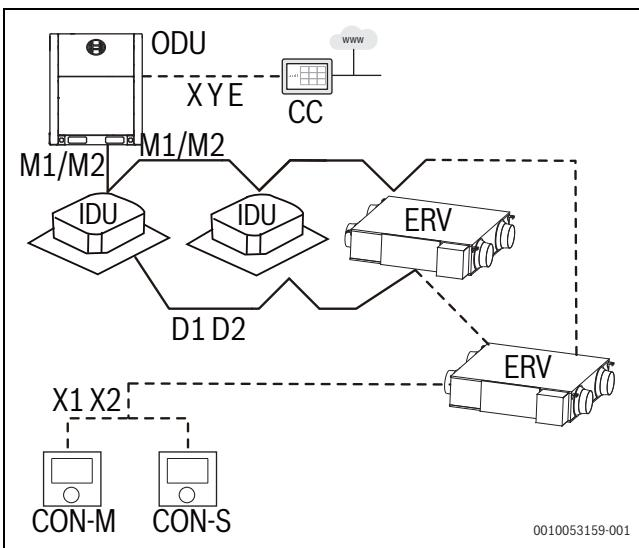

Bild 18 Mehrere ERV mit einer oder mehreren Inneneinheiten
- Gruppe von bis zu 16 kombinierten ERV-Geräten oder regulären Inneneinheiten, die durch einen oder zwei Raumregler (Master/Slave) angesteuert werden (→ Abb. 18).